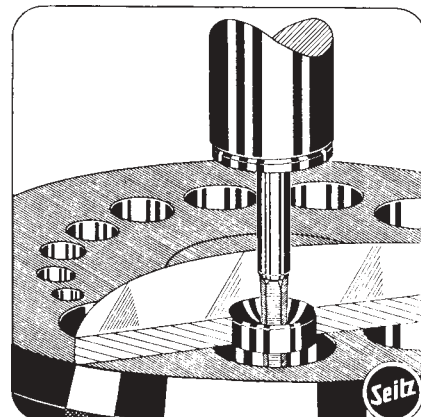

Abb. 73
a) Dient zum Aufreiben oder Glätten eines Zapfenloches bei einfachen, steinlosen Uhrwerken mit Hilfe von Zapfenreibahlen und Zapfenglättahlen. Das Aufreiben in der Triebnietmaschine ist dem freien Aufreiben aus der Hand vorzuziehen, denn nur so ist ein senkrechtes Aufreiben gesichert, das jede Zapfenklemmung ausschließt (Abb. 73).